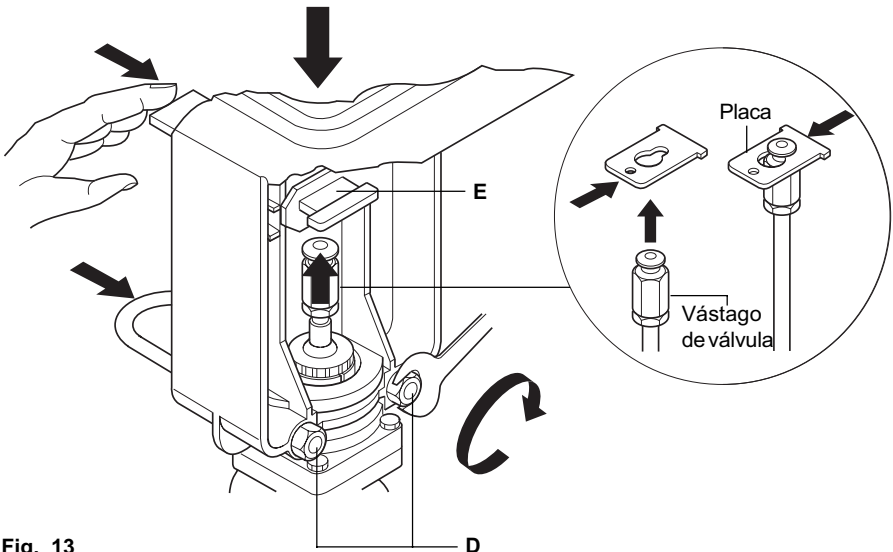

Fig. 13
Aflojar las tuercas (D) de la brida en 'U' y colocar el actuador en la parte superior del cabezal. Empujar la placa cargada por resorte (E) y pasar el vástago de la válvula para que encaje en la placa. Al soltar la placa se fijará la válvula con el actuador. Apretar las tuercas (D) de la brida en 'U' a un par de apriete de 4 N m. Ver Fig. 13.